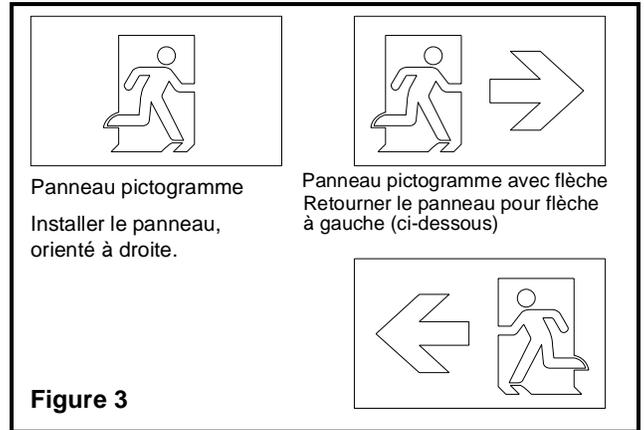

Figure 3
2. Pour ouvrir l'enseigne, pousser la plaque frontale (11) vers le haut et faire pivoter le bas de la plaque vers l'extérieur de l'enseigne.
3. Installer le panneau pictogramme (9) adéquat à l'intérieur de la plaque frontale, le haut du panneau dans la rainure de la plaque en premier, puis le bas du panneau dans le bas de la plaque frontale (voir Figure 3).
4. Faites de même pour le diffuseur opale (8).